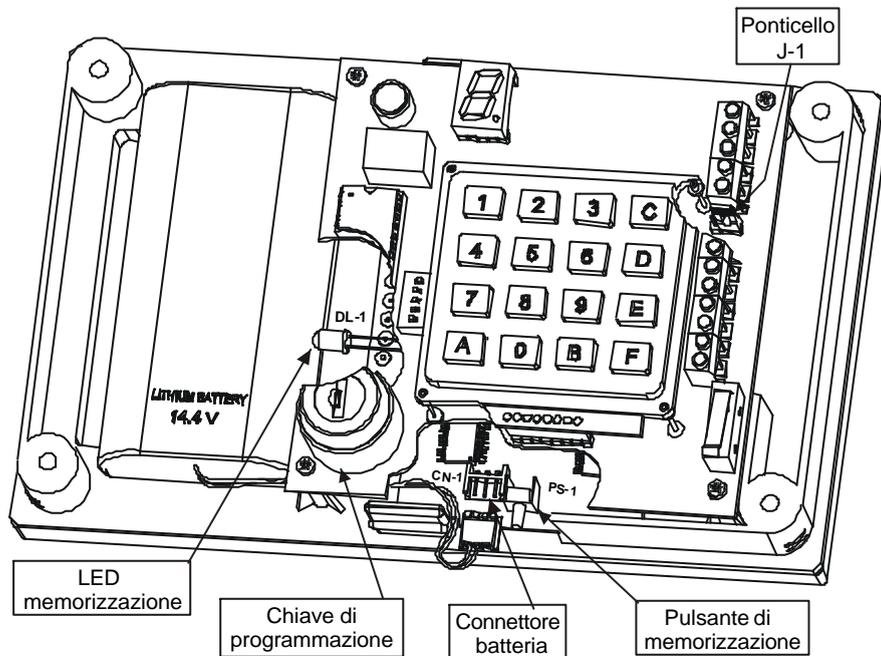

Fig. 9 – Vista interna del Programmatore telefonico SR-78.02
- Facendo riferimento alla fig. 9, accertarsi che il ponticello (J-1) per la selezione della logica di funzionamento (mancanza positivo o collegamento a massa), sia posizionato per il funzionamento con collegamento a massa.
Tenere presente che il pulsante PS-1 e la chiave di programmazione (fig. 9)